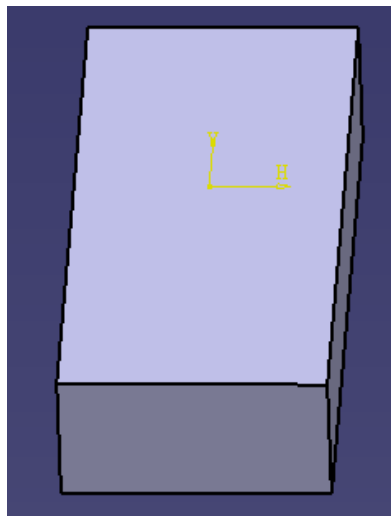

图 3-71
(1) 用 yz plane → Profile → Pad 画如图 3-71。